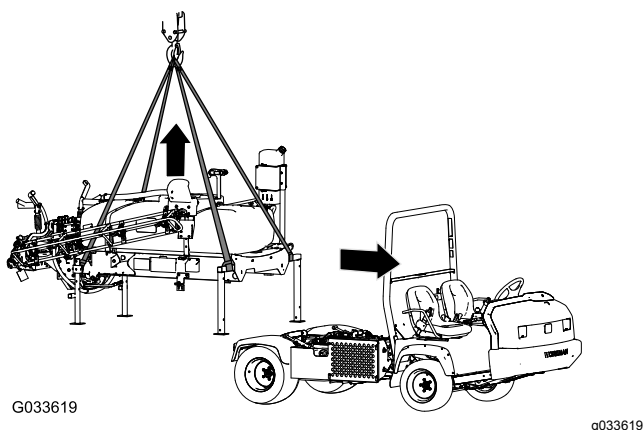

Рисунок 132
- Опустите стрелы приблизительно на угол 45° и затем поверните их вперед (Рисунок 132).
5. Подсоедините подъемное оборудование к горизонтальным трубкам передних подъемных опор и вертикальным стойкам задних подъемных опор (Рисунок 132).
7. Поднимите раму бака с автомобиля на достаточную высоту, чтобы освободить раму от автомобиля (Рисунок 132).